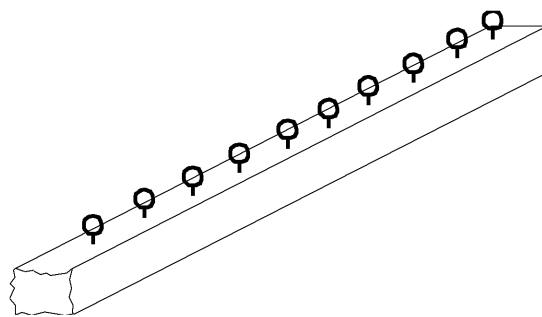

図14 ヒートンの取り付け
- (2) 2本の木棒の両端から3cm間隔でヒートンをそれぞれ10本ずつねじ込む。その際、一方の木棒は溝を入れた面、他方の木棒は溝を入れた面の反対側の面にヒートンをねじ込む(図14)。